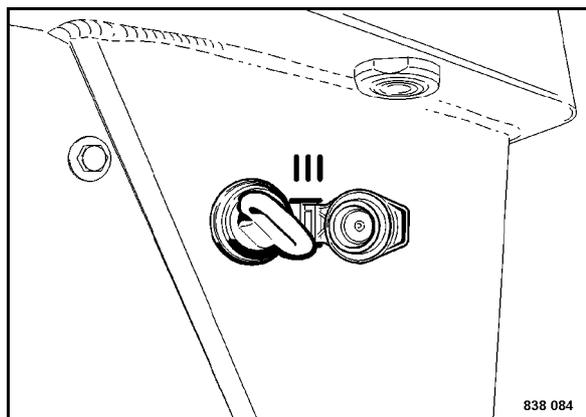

Fig. 57
- Girare la chiave di accensione in posizione "III" (Fig. 57), il motorino di avviamento fa girare il motore.